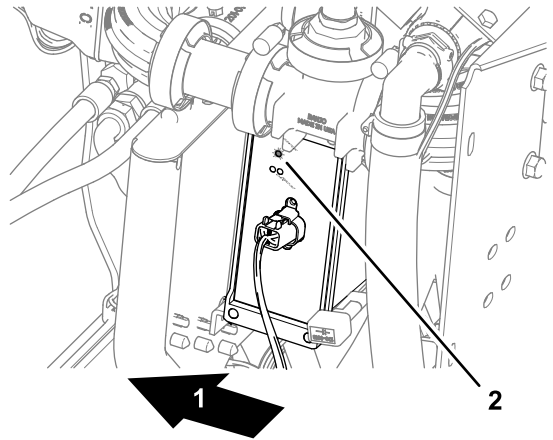

Figure 193
- Contrôleur de section automatique – le témoin d'ÉTAT s'allume (Figure 193)